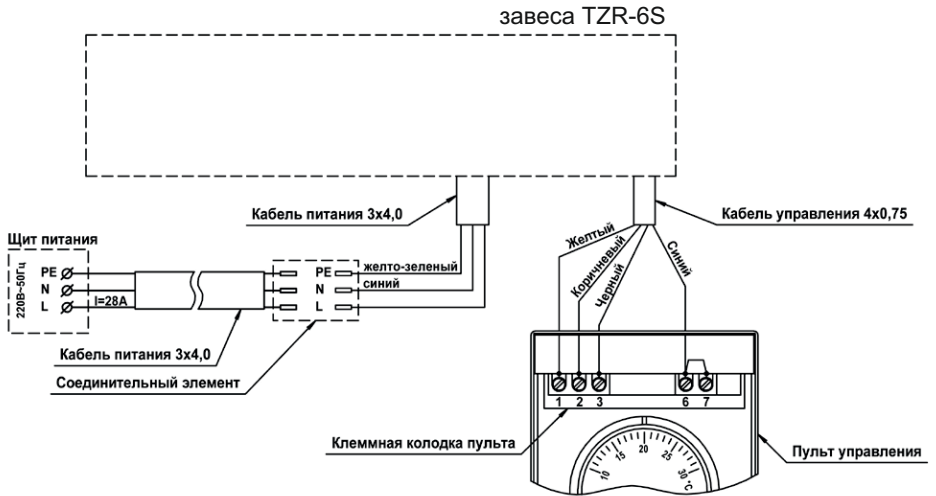
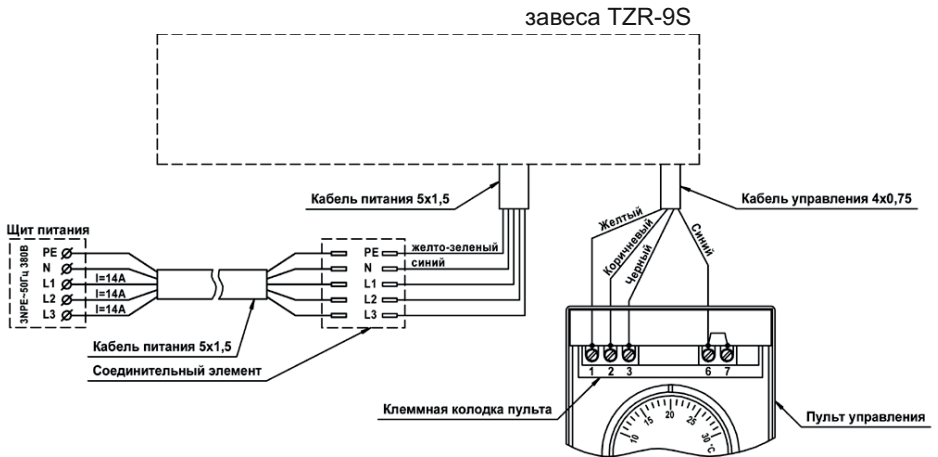

Рис. 3 Схема подключения завесы TZR-6S
Рис. 4 Схема подключения завесы TZR-9S
6.5. Завесы TZR-6S и TZR-9S комплектуются выносным пультом управления. Для установки пульта управления необходимо, отвернув винт, снять верхнюю крышку и панель пульта, закрепить пульт на стене, установить панель и верхнюю крышку (инструкция по установке пульта и комплект крепежа прилагаются). Кабель управления подключен к пульту на заводе-изготовителе. Подключение кабеля управления производить в соответствии со схемами, приведенными на рис. 3 и рис. 4 Приложения и на корпусе завесы.